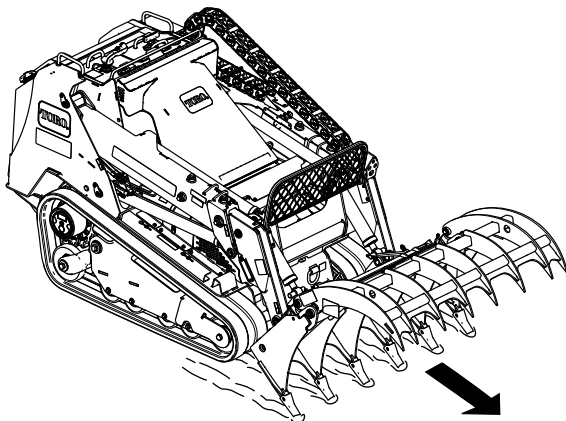

Рисунок 6
1. Чтобы копать или сгребать нижней челюстью, откройте челюсти и опустите зубья нижней челюсти в землю (Рисунок 6).